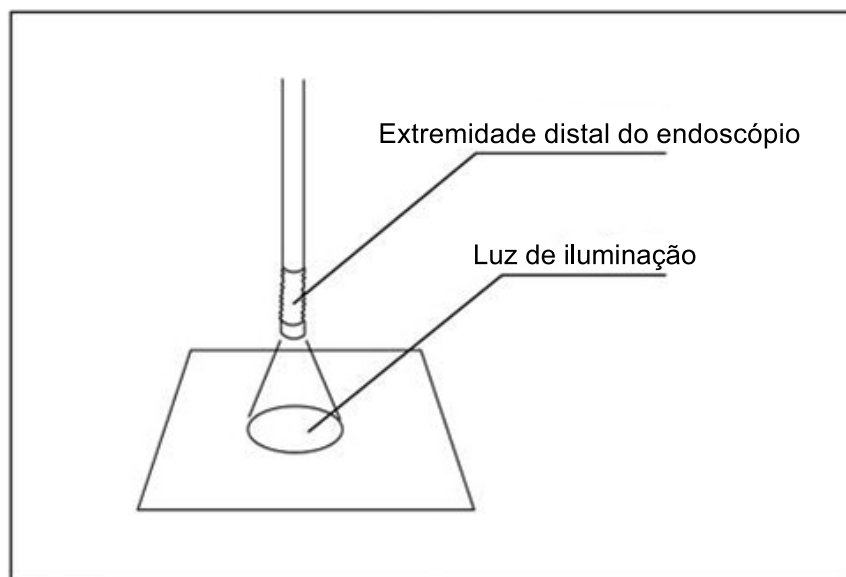

Fig 4.1
2. A imagem endoscópica em tempo real será exibida no monitor, e a luz de iluminação é emitida de a extremidade distal do endoscópio. (Fig 4.1)